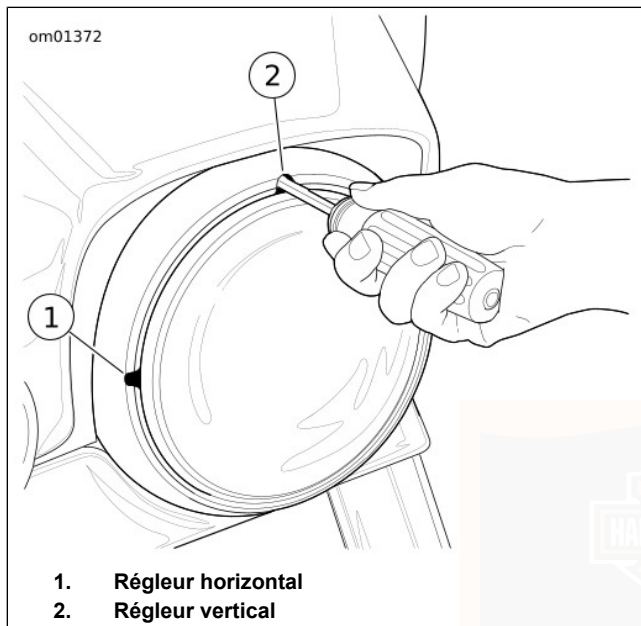

Figure 76. Réglage du phare (typique)
2. Voir Figure 76. Introduire une clé hexagonale à extrémité sphérique de 5/32 pouce dans les fentes de réglage de l'anneau de garniture.
a. **Horizontal** : Tourner la vis de réglage horizontal (1) pour ajuster le faisceau lumineux à gauche et à droite.
b. **Vertical** : Tourner la vis de réglage vertical (2) pour ajuster le faisceau lumineux vers le haut et vers le bas.